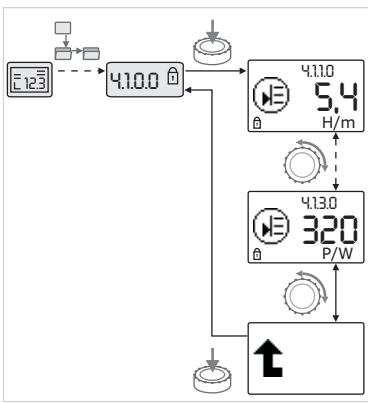

Fig. 39. Вызов информации
- Вращая кнопку управления, можно управлять элементами типа «Информация» текущего подменю (см. Fig. 39). Пояснения настроек, обозначенных символами, см. в таблице в главе 8.7 «Указатель элементов меню» на странице 221.